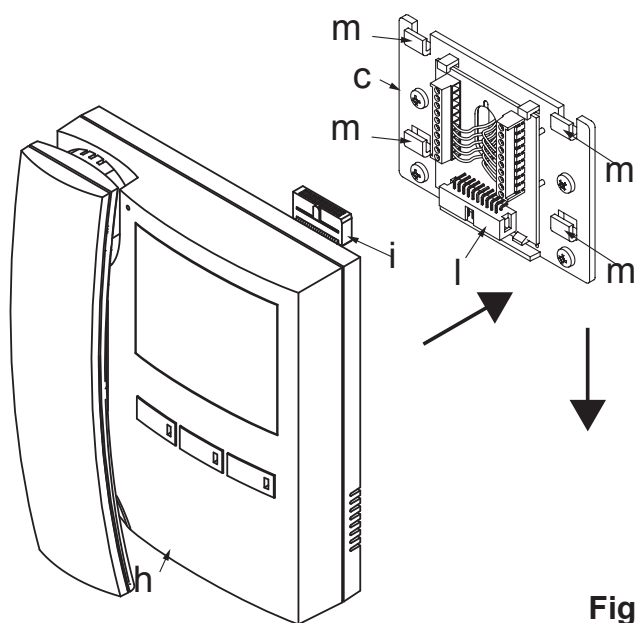
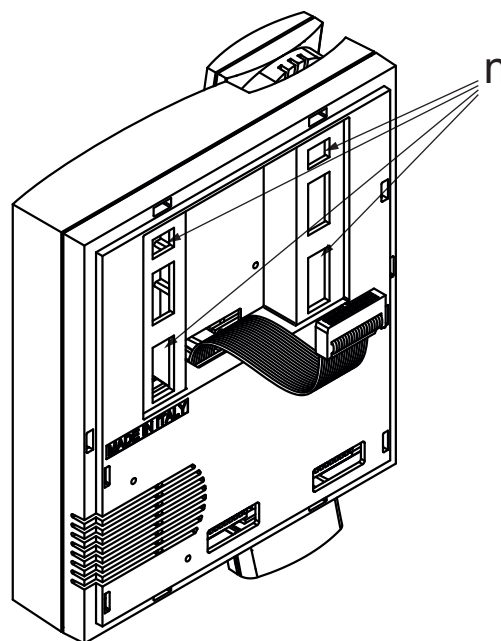

Fig.3
Fig.4
- inserire il connettore "i" del cavo flat che fuoriesce dal retro del videocitofono nel connettore "i" della scheda di connessione (Fig.3);
- avvicinare il videocitofono alla piastra di fissaggio facendo corrispondere le aperture "n" (Fig.4) ai ganci "m" (Fig.3) quindi spingere il videocitofono verso il basso fino all'aggancio come suggerito dalle frecce in figura 3.
- Once the wires are connected, hook the videophone "h" to the Mounting plate "c" as shown in Fig.3.
- Place the videophone "h" against the 4 hooks "m" on the mounting plate "c" (in line with the 4 openings "n" on the rear side of the videophone Fig. 4) and push down as suggested by the pointers in Fig.3, the videophone will lock into place;